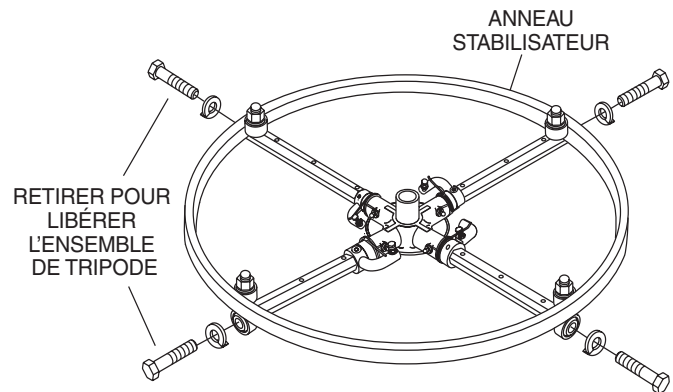

Figure 21. Anneau stabilisateur
- c. Si la truelle est équipée d'un anneau stabilisateur extérieur (figure 21), retirer les quatre boulons à l'extrémité de chaque bras de tripode.